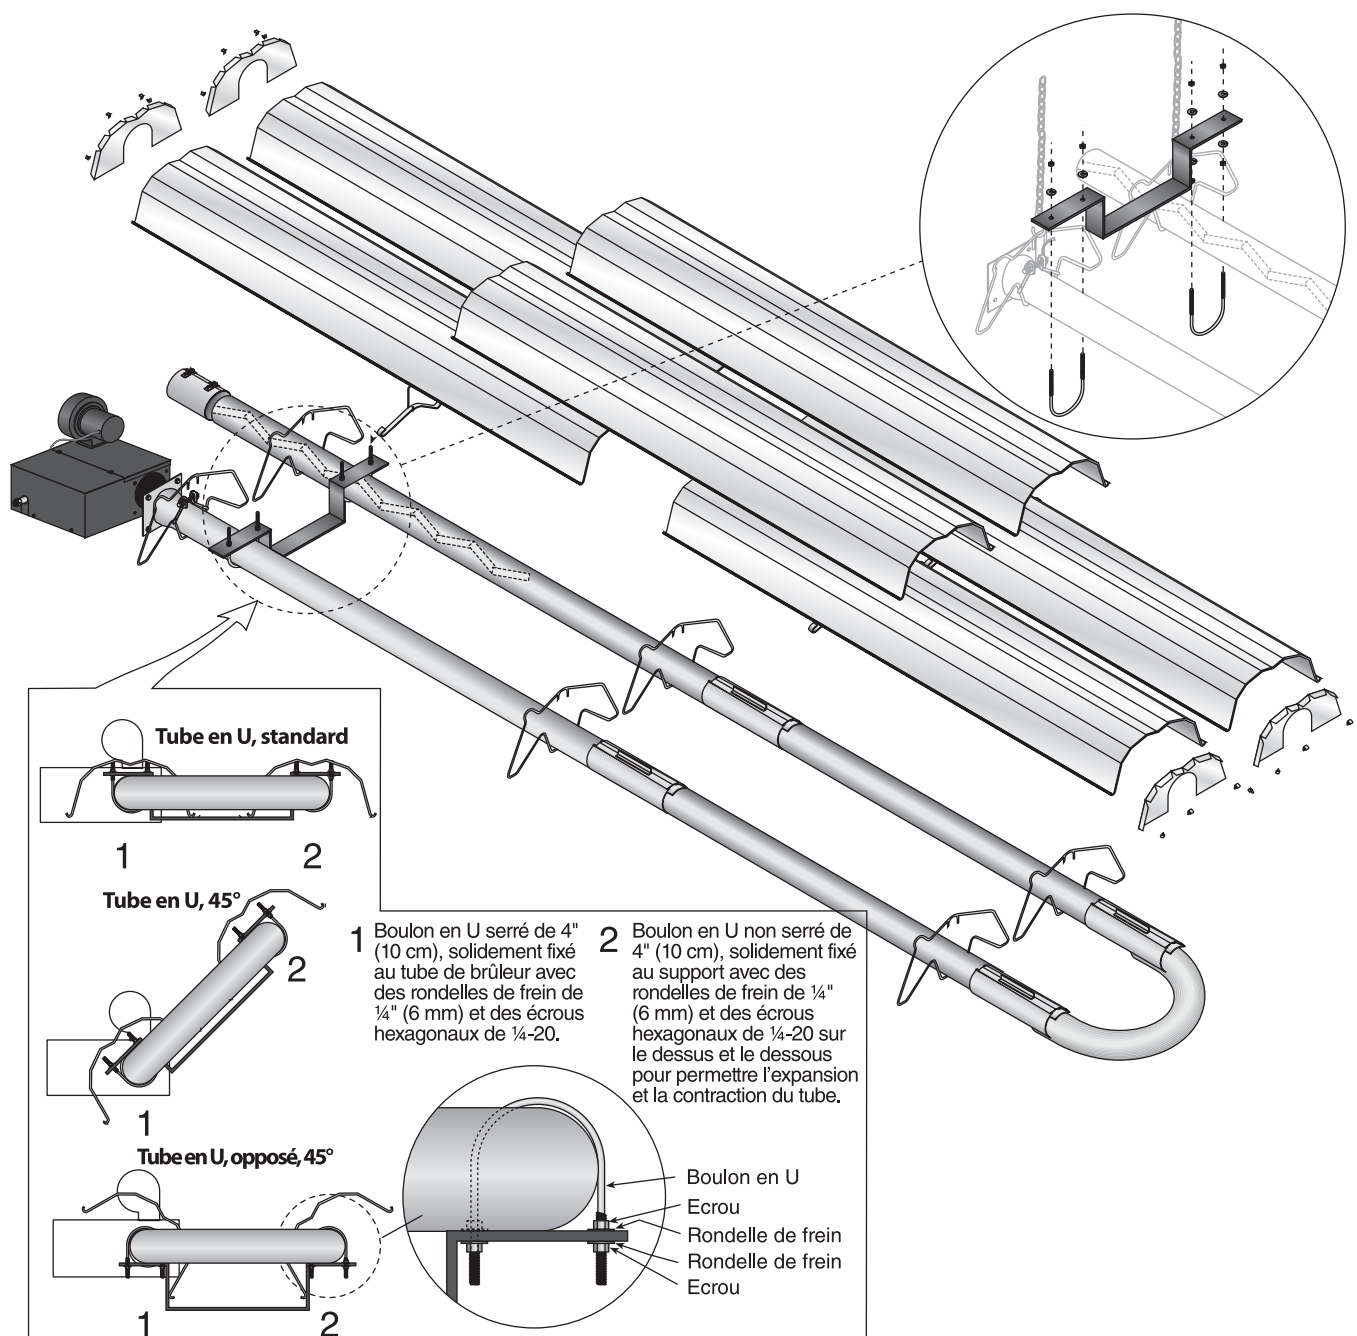

Figure 11. Installation du support de tube en U
4. Pour les installations avec tube en U, installez le support de tube en U comme illustré à la **Figure 11**.